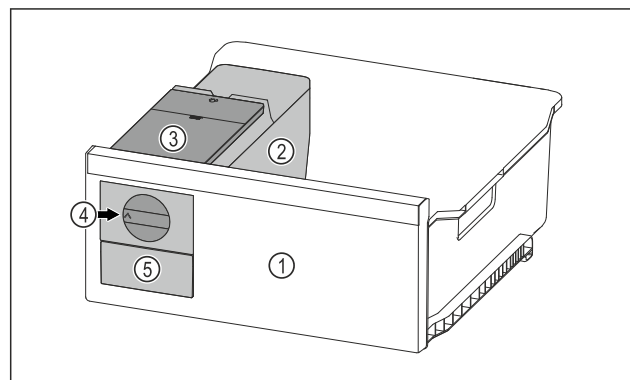

Fig. 108 Przykładowa prezentacja
- ▶ Pokrętko Fig. 108 (4) obrócić zgodnie z ruchem wskazówek zegara.
- ▷ Kostki lodu wypadają do pojemnika na kostki lodu w szufladzie na kostki lodu Fig. 108 (5).